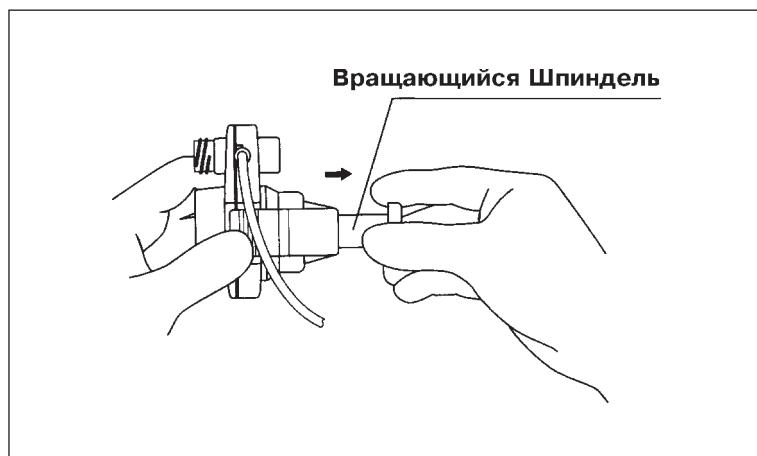

Рис. 6.3
- 1.** Придерживая пальцами защёлки с двух сторон Водяного Насоса, отсоедините его от ПРИБОРА ДЛЯ ТЕРМОКОАГУЛЯЦИИ и выдвиньте до упора Вращающийся Шпиндель (См. рис. 6.3).